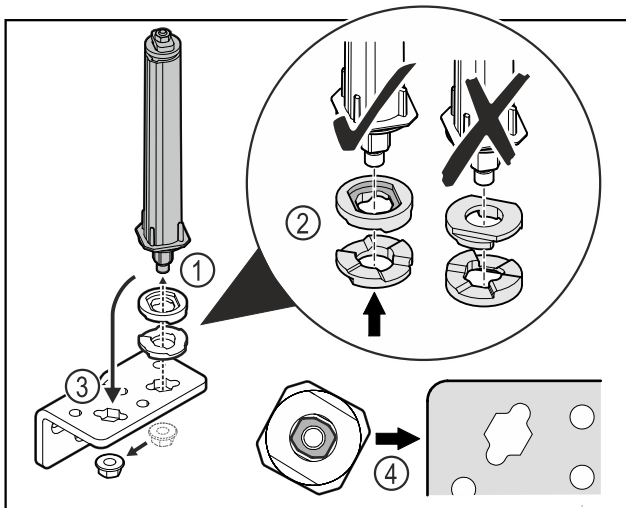

Fig. 34
- ▶ Povolte matici a odstraňte uzavírací systém dveří Fig. 34 (1).
- ▶ Dbejte na správné vyrovnaní výškově stavitelných podložek Fig. 34 (2).
- ▶ Přesaďte uzavírací systém dveří v úhelníku závěsu a upevněte jej maticí Fig. 34 (3).
- ▶ Při nasazování dbejte na správné vyrovnaní uzavíracího systému dveří Fig. 34 (4).